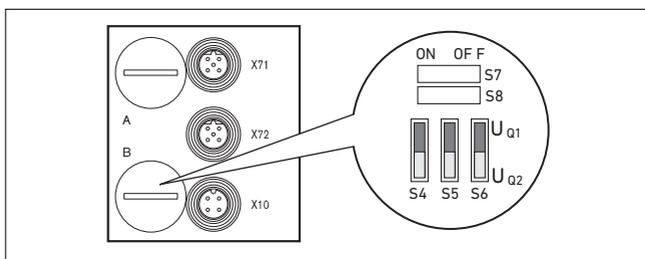

Рис. 9: Переключатели S4, S5, S6 для установления соответствия напряжений электропитания клапанов ( $U_{Q1}$ ,  $U_{Q2}$ )
1. Отвинтите нижний навинчивающийся колпачок В (см. рис. 9 на стр. 112).
2. С помощью переключателей S4, S5 и S6 назначьте каждой группе клапанов одно из напряжений питания UQ1 или UQ2 (см. рисунок 9 на стр. 112 и рисунок 10 на стр. 119).